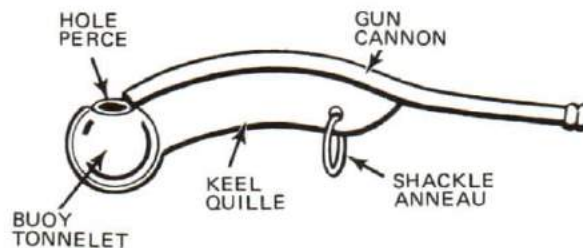

Figure 13-1
1. To sound the call, hold it between your thumb and index finger so that your thumb is on or near the shackle. The buoy will then rest comfortably in the hollow of your hand. By blowing into the gun and closing and opening with your last three fingers, you will be able to vary the note by throttling the air as it comes out of the hole. Don't let your fingers touch edges of the hole or the end of the gun; that would stop the sound completely. See Figure 13-1.
1. Pour lancer un appel il faut tenir le sifflet entre le pouce et l'index, plaçant le pouce sur l'anneau ou à proximité de ce dernier. Le tonnelet du sifflet est alors bien appuyé dans le creux de la main. En soufflant dans le canon tout en fermant et en ouvrant la perce avec les trois autres doigts, on arrive à varier la note en dosant l'air qui s'échappe de la perce. Il ne faut pas toucher les bords de la perce ou l'extrémité du canon avec les doigts, car le sifflet n'émettrait alors aucun son (voir la figure 13-1).